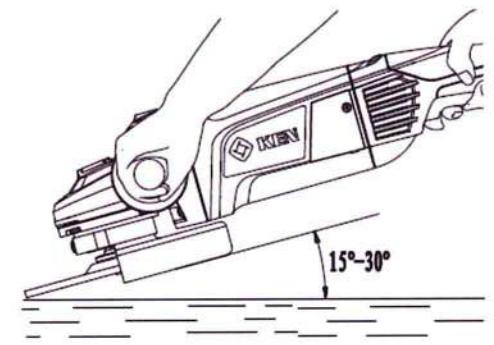

рис. 7
- При использовании нового абразивного круга не перемещайте инструмент в направлении В, поскольку это может привести к отрезанию обрабатываемой детали. Когда край абразивного круга станет круглым, инструмент можно будет перемещать как в направлении А, так и в направлении В (рис. 7).